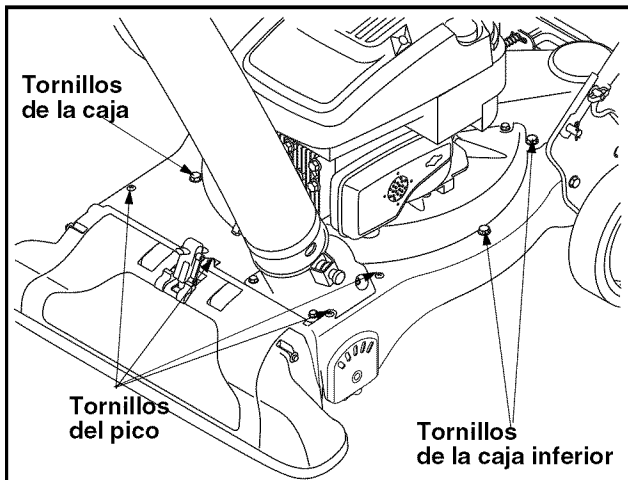

Figura 20
- Saque los cuatro tornillos de la caja superior que ajustan la cubierta del pico. Vea la Figura 20.